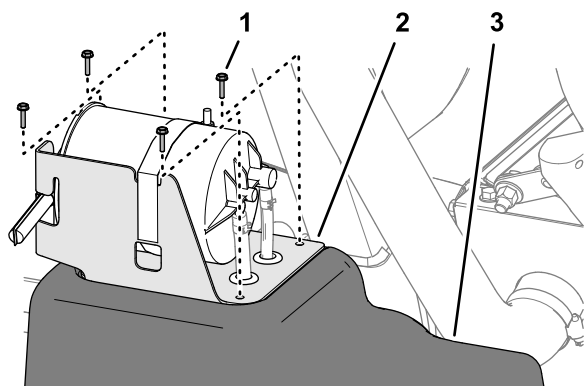

図 80
2. 燃料タンク部分で、カーボンキャニスタ用ブラケットを燃料タンク上部に固定しているねじ#10 x ¾" 4本を外す 図 80。